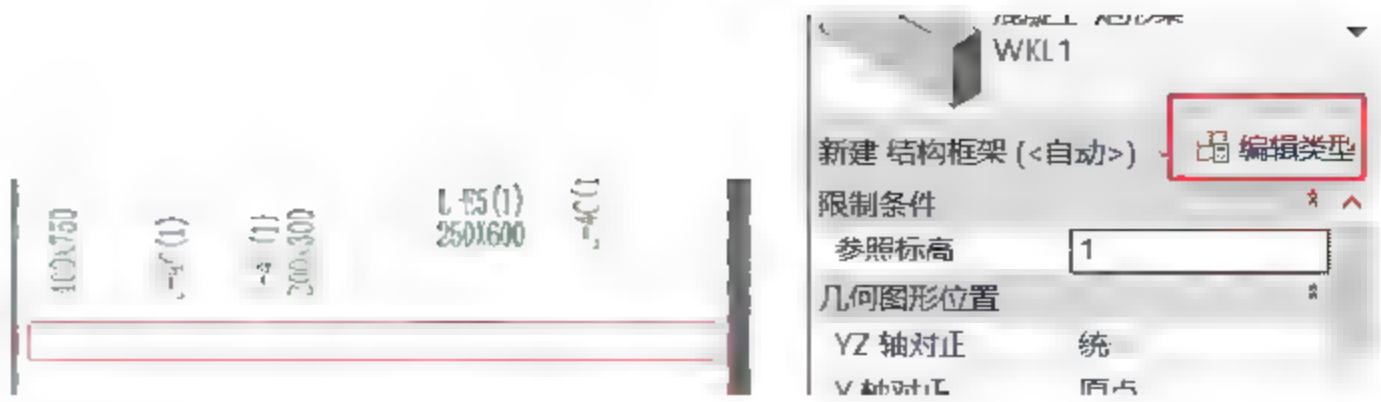
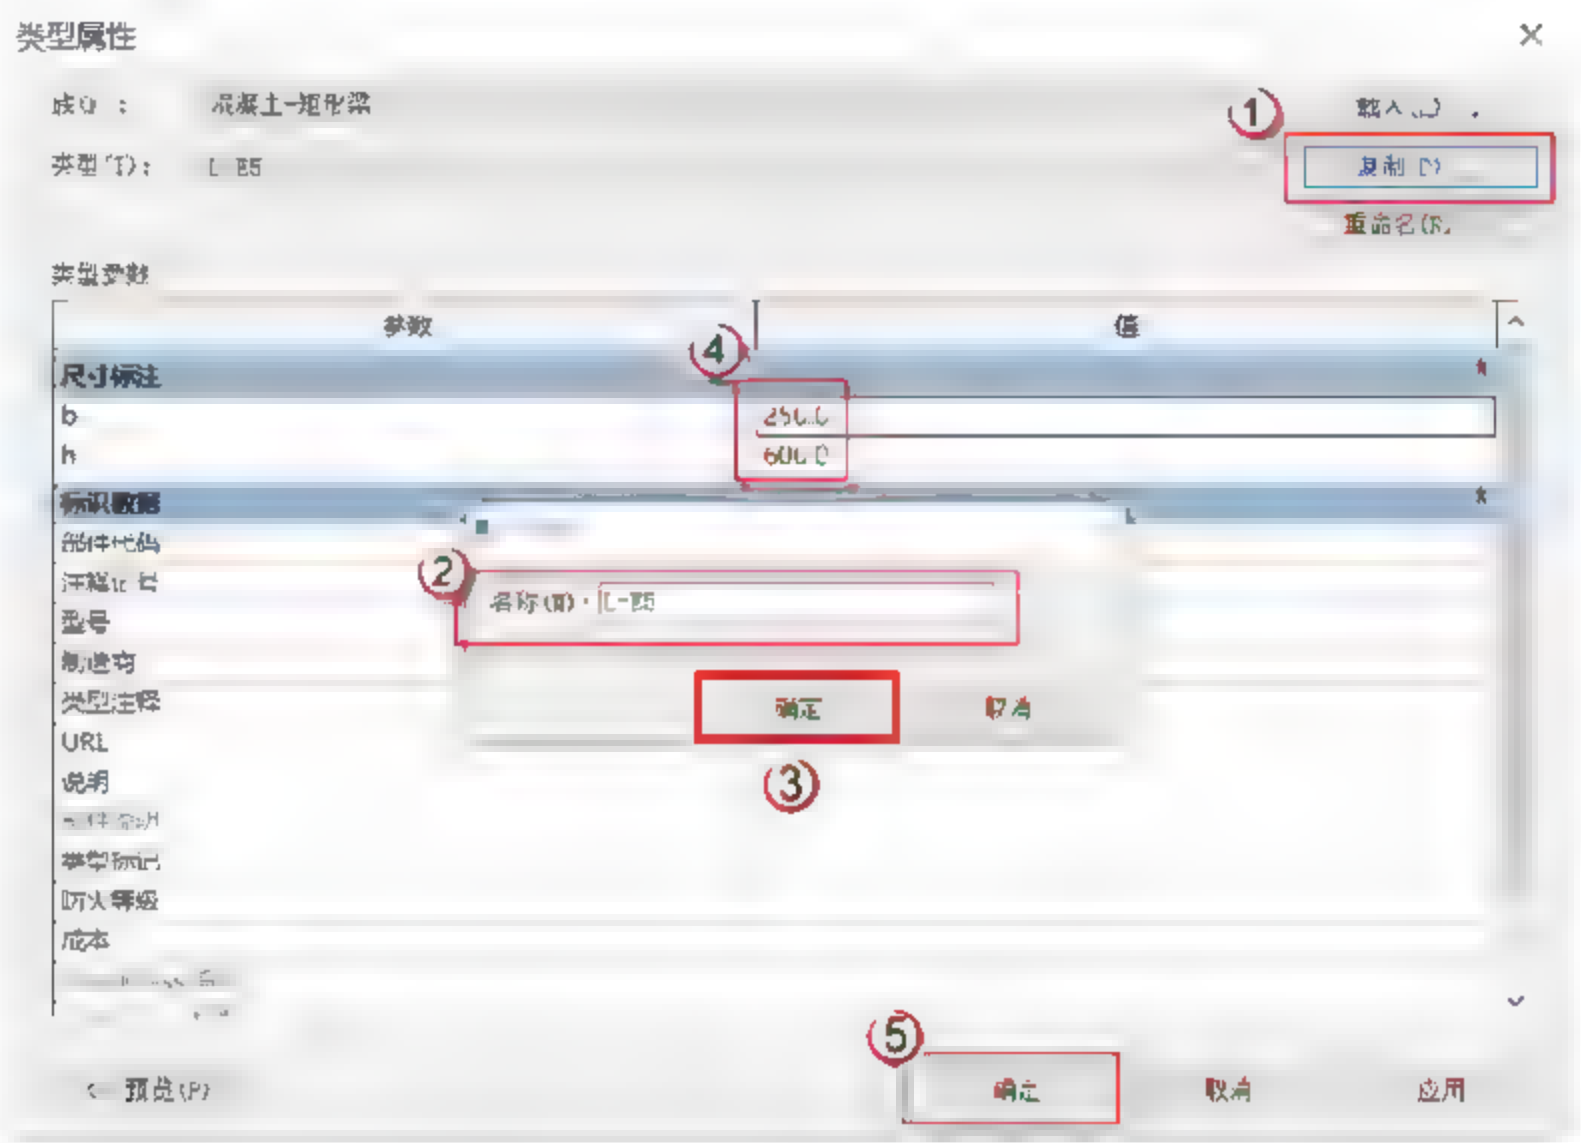

图 5.1.21 确定梁尺寸
图 5.1.22 编辑梁的属性
(3) 新建屋次梁 L-E5。由 DWG 图可得，屋次梁 L-E5 的长宽为 250×600，如图 5.1.21 所示。选择“结构”→“梁”→“编辑类型”命令，在弹出的“类型属性”对话框中，单击“复制”按钮，在弹出的对话框中输入“L-E5”，单击“确定”按钮。在“尺寸标注”栏中输入 L-E5 的长宽（b、h），并单击“确定”按钮，如图 5.1.22 所示。